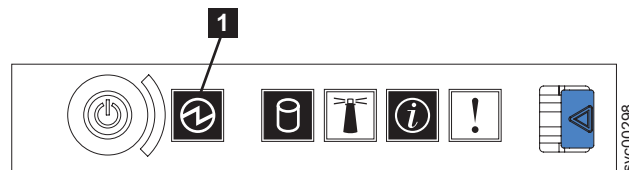
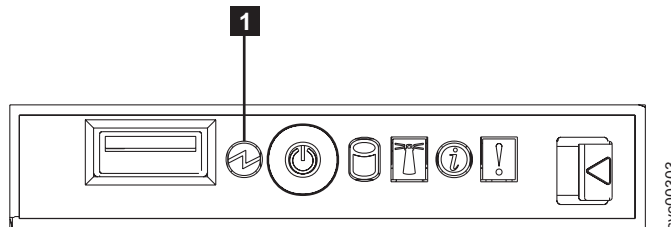
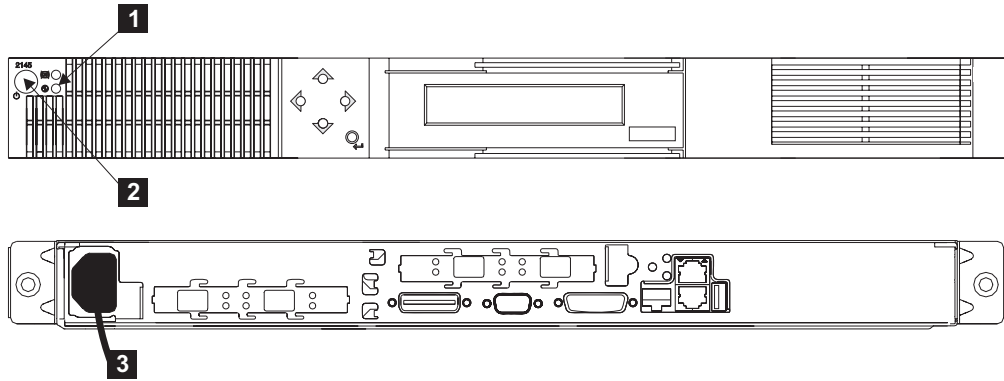

図 111. SAN ボリューム・コントローラー 2145-8G4 オペレーター情報パネル
図 112. SAN ボリューム・コントローラー 2145-8F4 または SAN ボリューム・コントローラー 2145-8F2 のオペレーター情報パネル
図 113. SAN ボリューム・コントローラー 2145-4F2 のフロント・パネルと背面パネルの図
1. SAN ボリューム・コントローラー 2145-8G4 (図 111 の **1**)、SAN ボリューム・コントローラー 2145-8F4 (図 112 の **1**)、SAN ボリューム・コントローラー 2145-8F2 電源 LED (図 112 の **1**)、または SAN ボリューム・コントローラー 2145-4F2 電源ライト (456 ページの図 113 の **1**) を確認します。